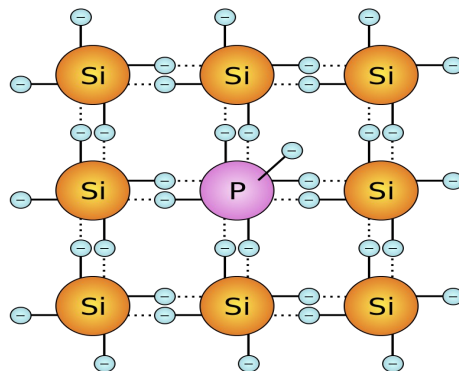

Abbildung 1: n-Dotierung im Siliziumkristallgitter mit Phosphor
In Abbildung 1 sieht man die Verunreinigung von Siliziumatomen (Si) mit Phosphoratomen (P). Da Phosphor aus der 5. Hauptgruppe kommt besitzt es 5 Außenelektronen doch hat nur 4 Partner um sich herum mit denen es Bindungen eingehen möchte. Nun gehen also 4 der 5 Außenelektronen